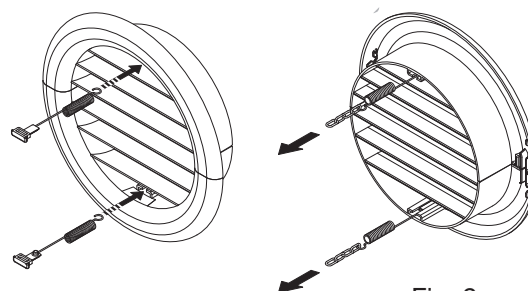

Fig. 9
- Insira as duas tampas (com mola), na parte frontal da grelha externa, em seus alojamentos, puxando até o clique. (Fig. 9)